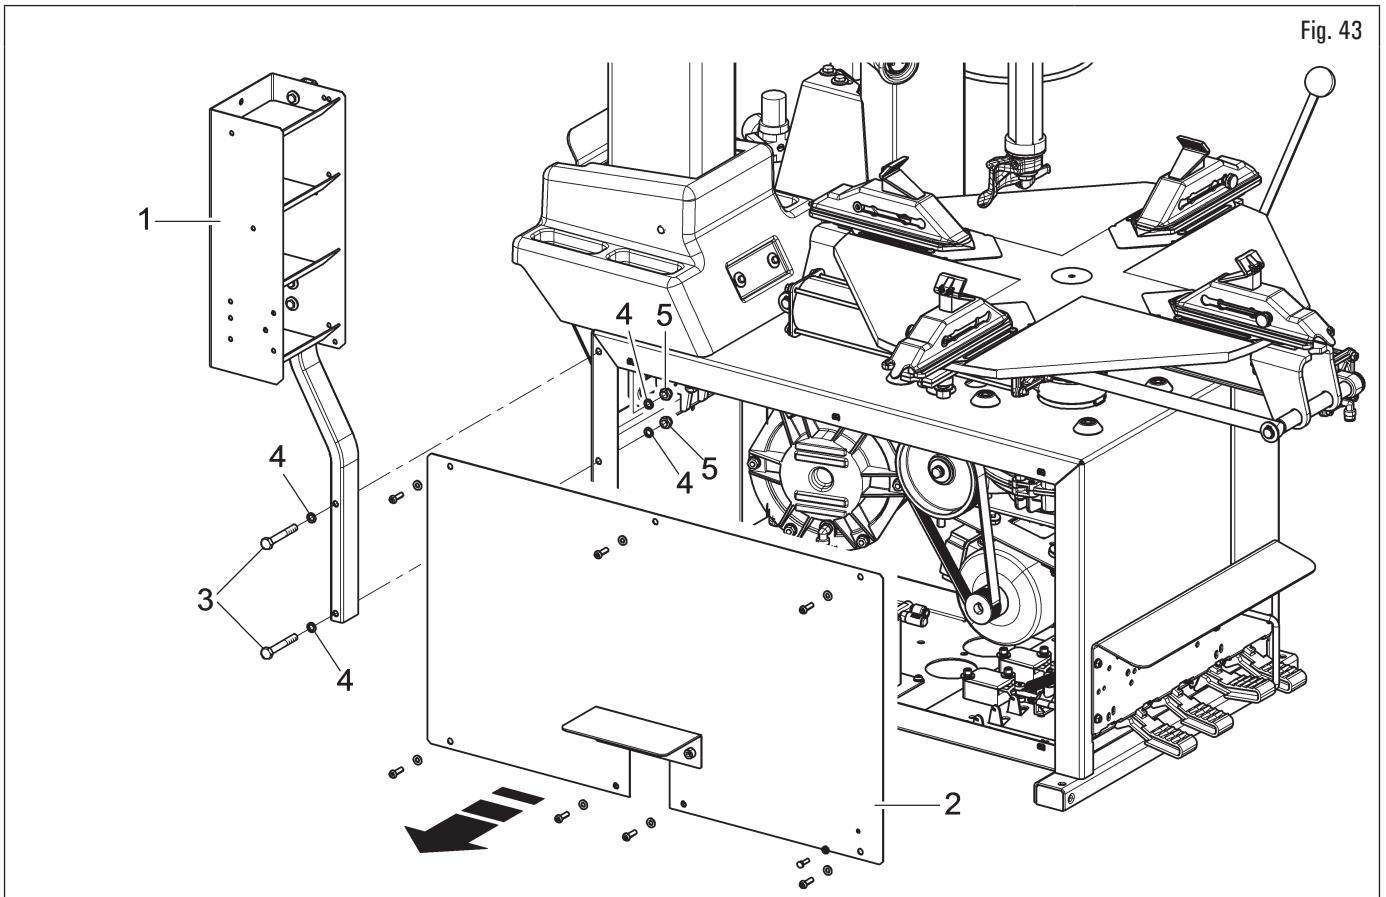

Fig. 43
Para montar el kit tina (Fig. 43 ref. 1) en el aparato, quitar el revestimiento lateral (Fig. 43 ref. 2) y utilizar los tornillos (Fig. 43 ref. 3), las arandelas (Fig. 43 ref. 4) y las tuercas (Fig. 43 ref. 5) suministradas, como se muestra en la Fig. 43. Al final, vuelva a montar el cárter lateral.